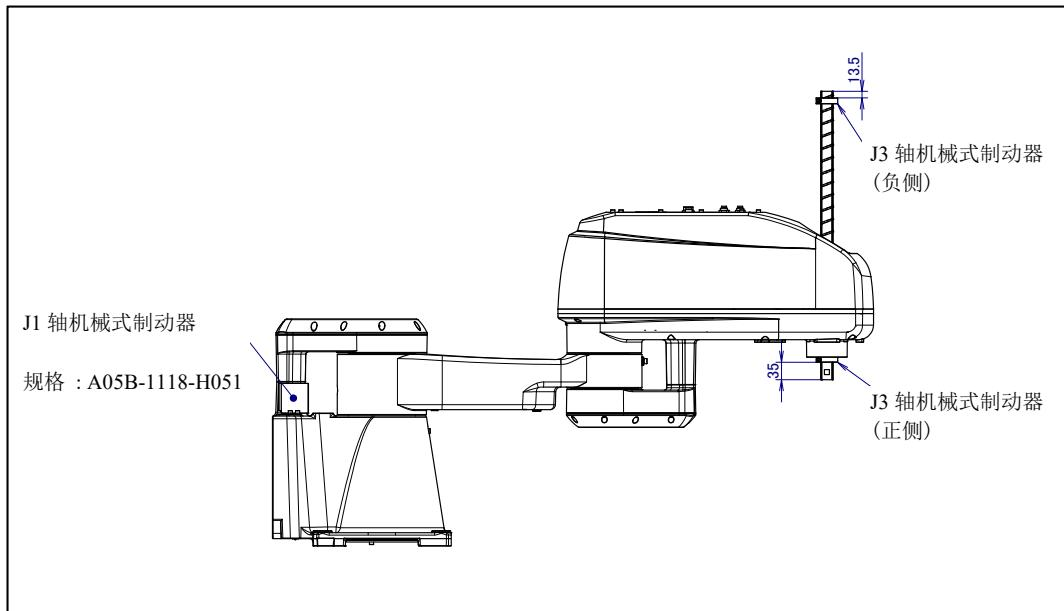

图 7.2.4 (a) 机械式固定制动器的检修
- 确认各制动器是否有碰撞的痕迹。如果有碰撞的痕迹的话，请更换该部件。安装 J3 轴机械式制动器时，将其安装到在图 7.2.4 (a) 中所示的位置上。